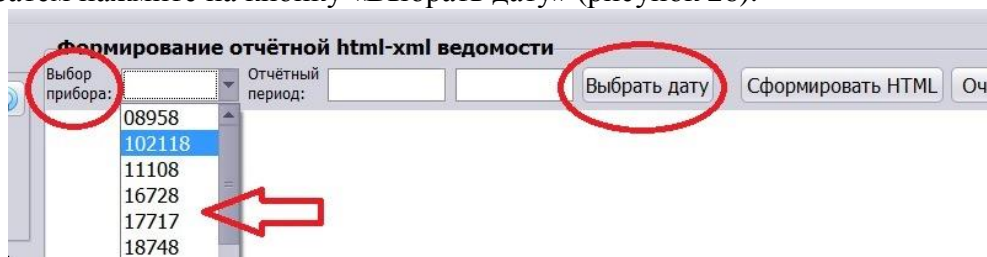

Рисунок 26.
6.2. Откройте выпадающее меню «Выбор прибора» и выберите прибор учёта по его номеру. Затем нажмите на кнопку «Выбрать дату» (рисунок 26).